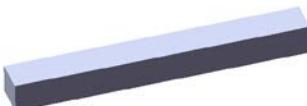

图 15.3.16 凸台一拉伸 1
Step2. 创建图 15.3.16 所示的零件基础特征——凸台—拉伸 1。
(1) 选择命令。选择下拉菜单 **插入(I)** → **凸台/基体(B)** → **拉伸(E)...** 命令（或单击“特征(F)”工具栏中的 按钮）。